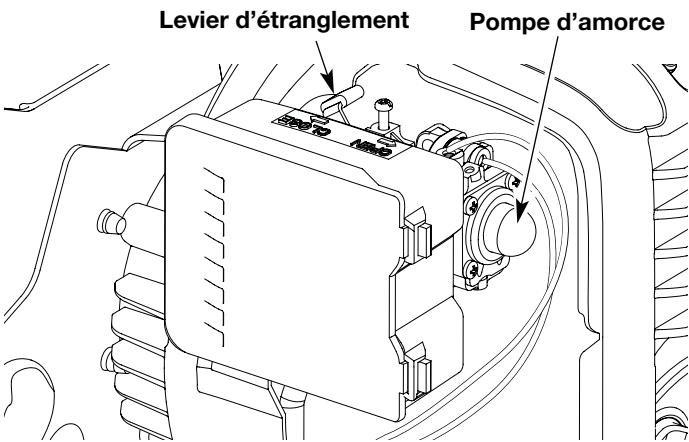

Fig. 9
REMARQUE : Remplissez ou ajoutez d'essence dans le réservoir uniquement lorsque le coupe-bordures est en la position horizontale (Fig. 9).
3. Appuyer sur la pompe d'amorce dix fois de suite. Une certaine quantité de carburant devrait être visible dans l'amorce et des tuyaux de carburant (Fig. 9). Si vous ne voyez pas de carburant dans la pompe, appuyez dessus autant de fois de suite que nécessaire jusqu'à ce que vous en voyiez arriver dans l'amorce.